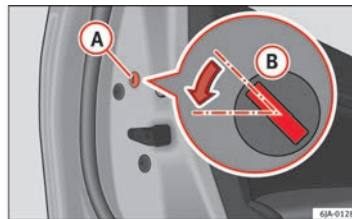

Abb. 48 Türen hinten: Notverriegelung.
- Entfernen Sie die Abdeckkappe **(A)** ⇒ Abb. 48.